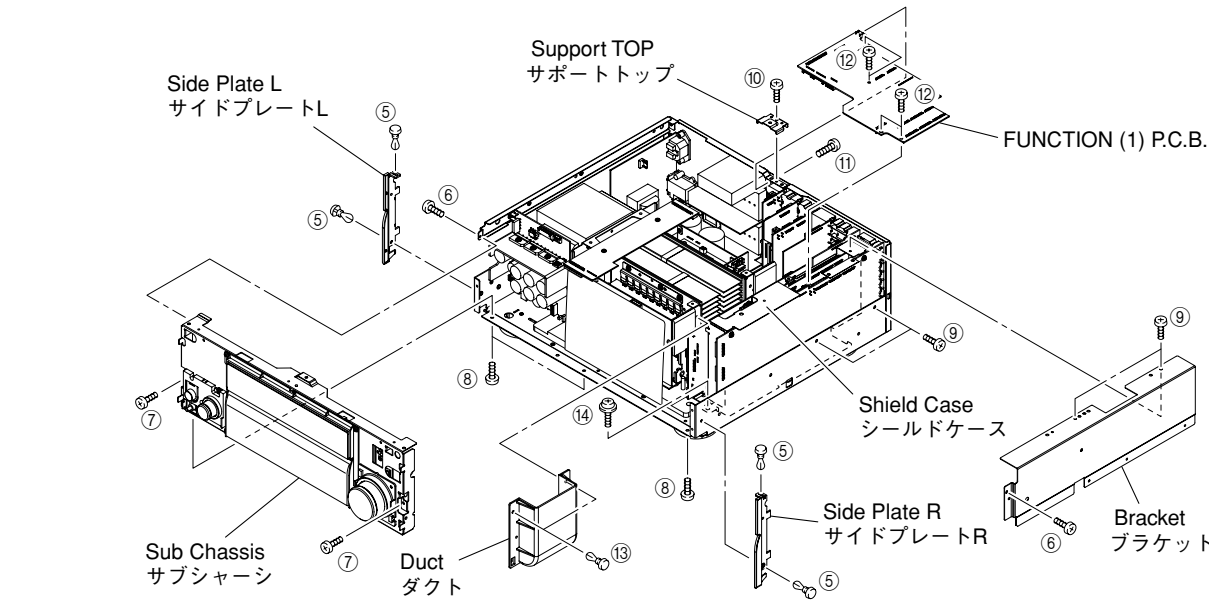

Fig. 2
- a. Remove 4 push rivets (⑤) and then remove the Side Plates L/R. (Fig. 2)
- b. Remove 2 screws (⑥), 2 screws (⑦) and 3 screws (⑧). (Fig. 2)
- d. Remove the Sub Chassis forward. (Fig. 2)
- a. ⑤のプッシュリベット4本を外し、サイドプレートL/Rを取り外します。(Fig. 2)
- b. ⑥のネジ2本、⑦のネジ2本、⑧のネジ3本を外します。(Fig. 2)
- d. サブシャーシを前方に取り外します。(Fig. 2)
4. Removal of FUNCTION (1) P.C.B.
- a. Remove 4 screws (⑨) and then remove the Bracket. (Fig. 2)
- b. Remove 1 screw (⑩) and then remove the Support Top. (Fig. 2)
- e. Remove the FUNCTION (1) P.C.B. which is connected directly to the lower P.C.B. with connectors. (Fig. 2)
- a. ⑨のネジ4本を外し、ブラケットを取り外します。(Fig. 2)
- b. ⑩のネジ1本を外し、サポートトップを外します。(Fig. 2)
- e. FUNCTION(1)P.C.B.を取り外します。(Fig. 2)
5. Removal of DSP, FUNCTION (2), INPUT (5), D-VIDEO, A-VIDEO (1), (2) P.C.B.s
- Remove 2 push rivets (13) and then remove the Duct. (Fig. 2)
- Remove 1 screw (14). (Fig. 2)
- 13のプッシュリベット2本を外し、ダクトを取り外します。(Fig. 2)
- 14のネジ1本を外します。(Fig. 2)